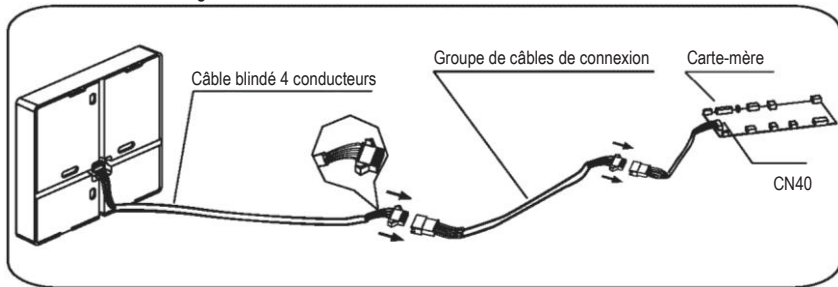

Fig. 3-3
- Connectez la prise femelle du groupe de câbles de la carte-mère à la prise mâle du groupe de câbles de connexion. (Fig. 3-3.)
- Connectez l'autre côté du groupe de câbles de connexion à la prise mâle du groupe de câbles du contrôleur câblé. (Fig. 3-3.)